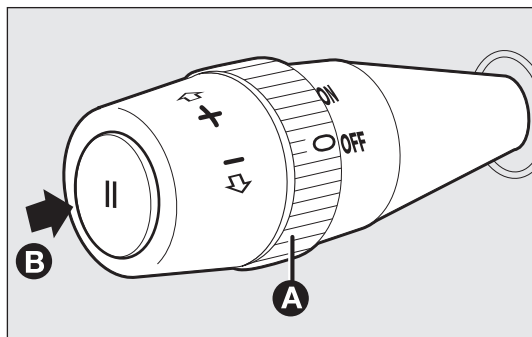

fig. 72
ACTIVATION DU DISPOSITIF fig. 72
- appuyer sur la touche B-fig. 72.